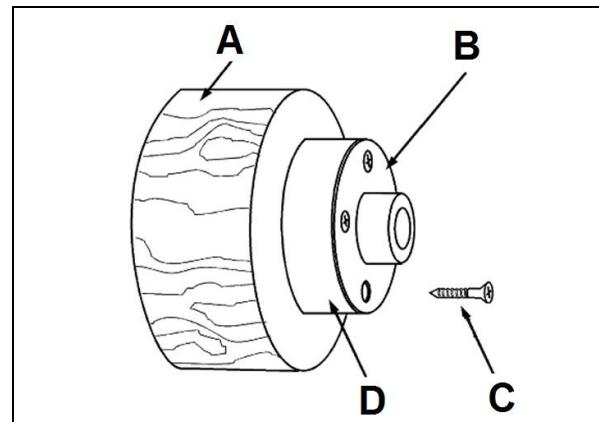

Fig 24
Befestigen Sie das Werkstück (A, Fig 24) mit 4 Messing-Holzschrauben (C) direkt an der Aufspanscheibe.